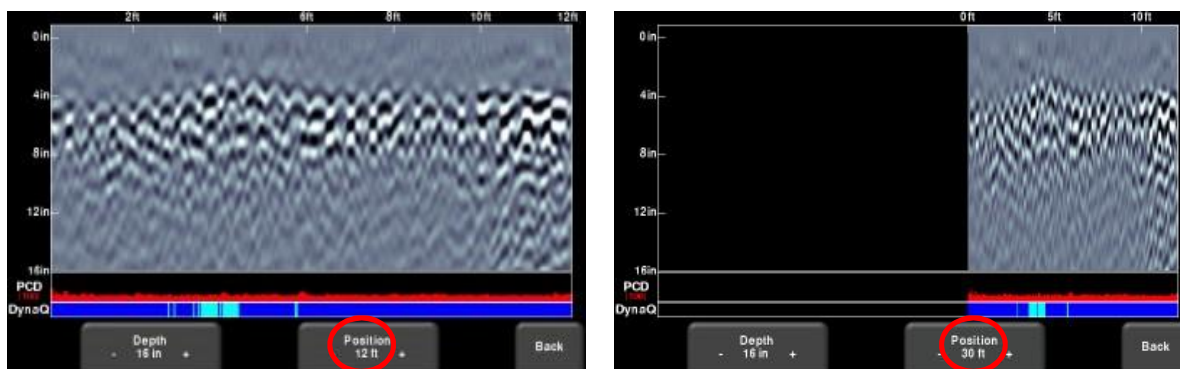

Fig. 6-10: 位置の変動又は水平拡大・縮小化
- 「Position – Position」 ボタン下の「+」 と「-」 を押すことにより、単一画面上のデータ表示長を変更することができます。事前設定値の範囲は、6' ~ 30' (2m ~ 10m)。この値を大きめに設定する理由の1つが、画面上により多くのデータを適合させること、そして横切られた双曲線間での整合性を期待することであろう。Fig. 6-10 は、位置値の変動効果を表している。